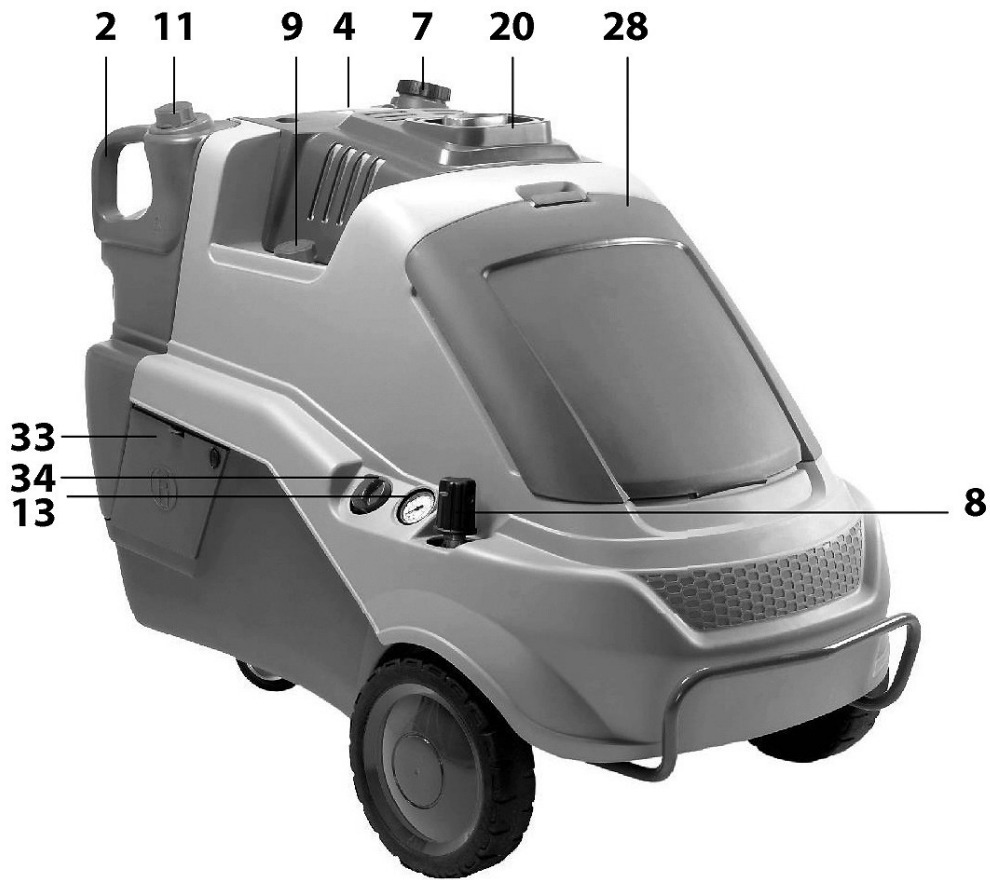
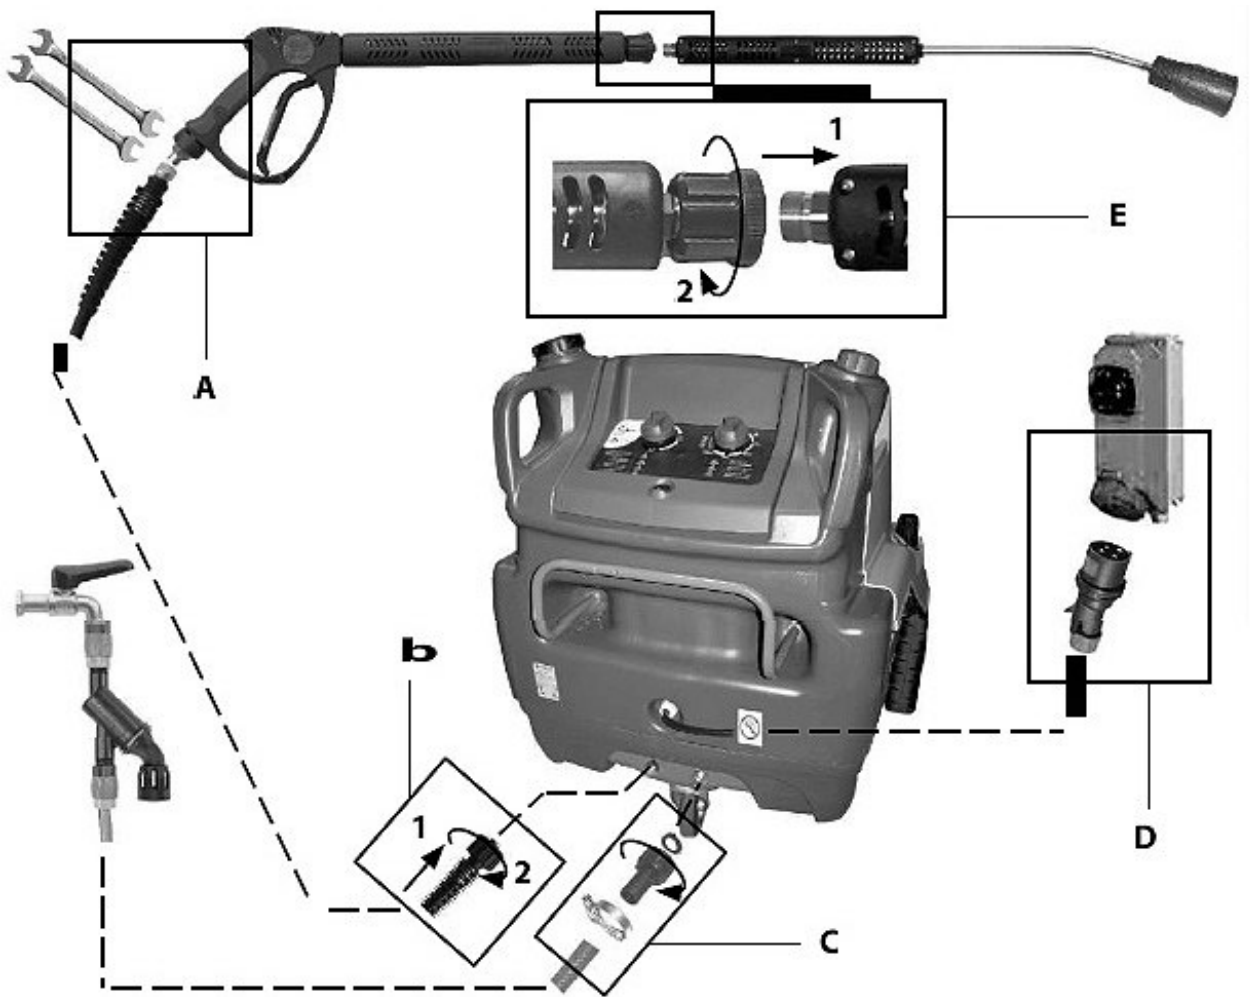

Abb. 4: Gerätebeschreibung, Teil 1
Abb. 8: Installation
Ein werksseitig eingestelltes Ventil, mit dem der Betriebsdruck über den Drehknopf (Pos. 8, Abb. 4) reguliert werden kann. Die gepumpte Flüssigkeit kann so zur Pumpenansaugung zurückfließen. Dies verhindert, dass gefährliche Drücke auftreten, wenn die Handspritzpistole geschlossen wird oder wenn versucht wird, Druckwerte einzustellen, die über den max. zugelassenen liegen.
1. Den Hochdruckschlauchanschluss (Pos. 36, Abb. 6) des Hochdruckschlauchs (Pos. 35, Abb. 6) an den Wasserablauf-Anschluss (Pos. 16, Abb. 4) anschließen und die Nutmutter per Hand bis zum Anschlag anziehen. BEDIENABLAUF „B“, Abb. 8.
2. Den Anschluss (Pos. 43, Abb. 6) des Hochdruckrohrs an das Gewinde der Handspritzpistole anschrauben (Pos. 24, Abb. 6) und bis zum Anschlag mit zwei festen 22-mm-Schlüsseln (nicht im Lieferumfang enthalten) anziehen. BEDIENABLAUF „A“, Abb. 8.
3. Die Dichtung (Pos. 26, Abb. 6) in die Wasserzulaufschlauch-Halterung (Pos. 25, Abb. 6) einsetzen und an den Anschluss (Pos. 17, Abb. 4) anschrauben. BEDIENABLAUF „C“, Abb. 8.
- Schritt 1: Den Hochdruckreiniger in Arbeitsposition bringen und durch Nutzung des Lenkers (Pos. 2, Abb. 4) bewegen.
- Schritt 4: Unter Verwendung einer Schelle (Pos. 50, Abb. 6) an der Halterung Wasserzulaufschlauch (Pos. 25, Abb. 6) einen Versorgungsschlauch mit einem Innendurchmesser von 19 mm/0,75 in befestigen. BEDIENABLAUF C von Abb. 8.
- Schritt 7: Prüfen Sie, dass der Drehknopf für die Reinigungsmitteldosierung (Pos. 34, Abb. 4) vollständig geschlossen ist.
- Schritt 9: Prüfen Sie, dass der Hauptschalter (Pos. 1, Abb. 7) auf Position „0“ steht und stecken Sie den Netzstecker in die Steckdose. BEDIENABLAUF D von Abb. 8.
Schritt 12: Bringen Sie den Hauptschalter (Pos. 1, Abb. 7) auf die Position „0“ und schließen Sie das Strahlrohr (Pos. 21, Abb. 6) oder (Pos. 29, Abb. 6) an die Handspritzpistole (Pos. 24, Abb. 6) an; ziehen Sie bis zum Anschlag fest. BEDIENABLAUF E von Abb. 8.